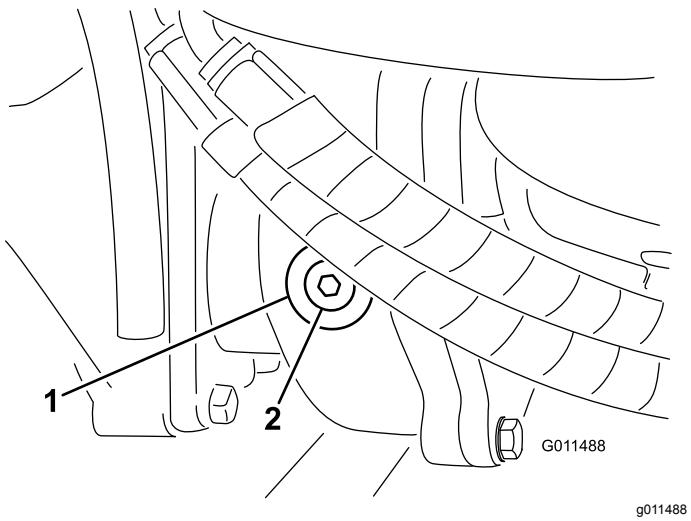

Figure 93
- Enlevez le bouchon de contrôle/remplissage du côté gauche du boîtier d'engrenages et vérifiez que le lubrifiant atteint la base de l'orifice (Figure 93).